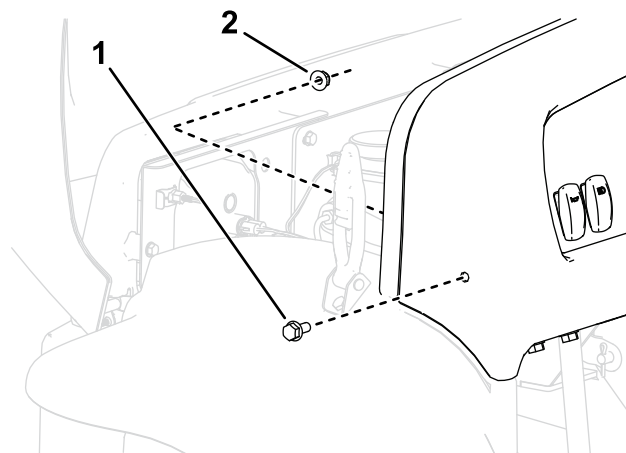

Figura 6
1. Si la máquina está equipada con fijaciones que sujetan el salpicadero en los laterales de la máquina, levante el capó y retire el perno y la contratuerca (Figura 6).